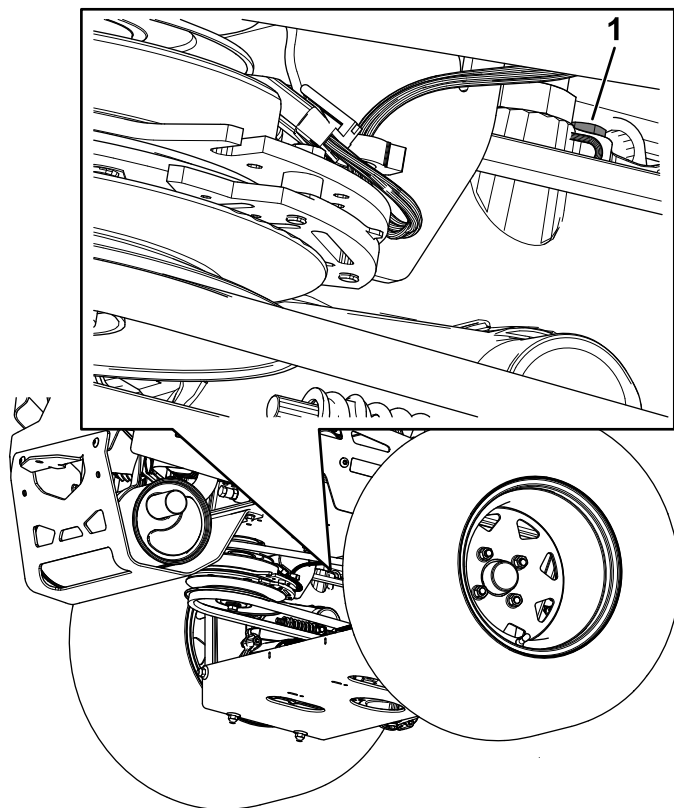

Figura 85
- **Transmisiones hidrostáticas ZT 5400:** utilice una llave de 7/16" para acceder al tapón de ventilación desde debajo de la máquina (Figura 85).